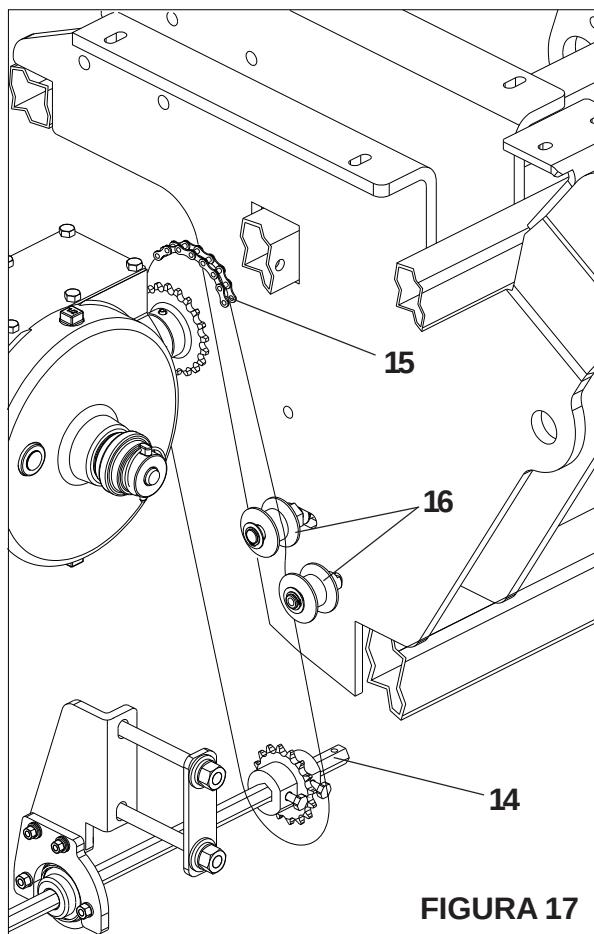

FIGURA 17
- Se houver a necessidade da retirada do eixo da semente (14), tensione a corrente de transmissão (15) através dos esticadores (16). **FIGURA 17**